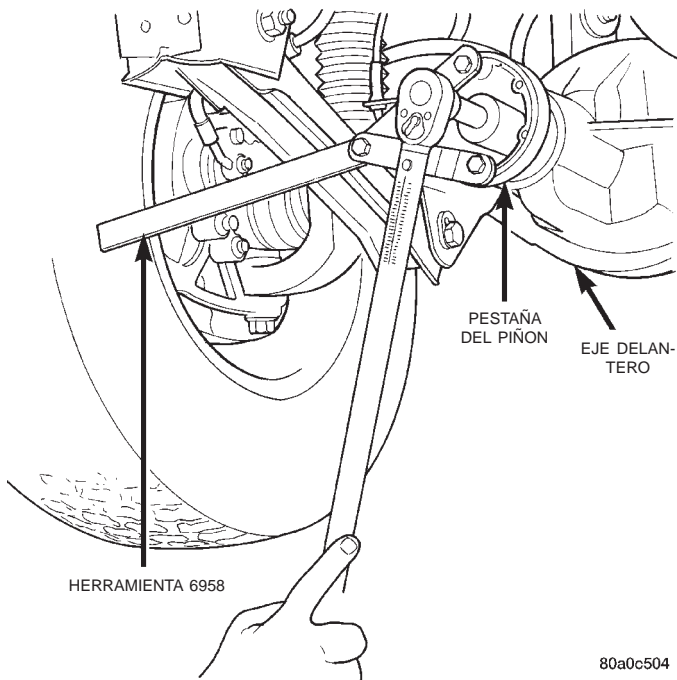

Fig. 35 Desmontaje de la tuerca del piñón
(3) Desconecte el eje propulsor de la pestaña gemela del piñón. Con un alambre apropiado, ate el eje propulsor a los bajos de la carrocería.
(4) Con la herramienta de sujeción 6958 para sujetar la pestaña gemela del piñón y un trozo pequeño de tubo de 25 mm (1 pulg.), retire la tuerca y la arandela del piñón (Fig. 35).
(5) Con el extractor C-452 y la herramienta de sujeción C-3281, retire la pestaña gemela del eje del piñón.